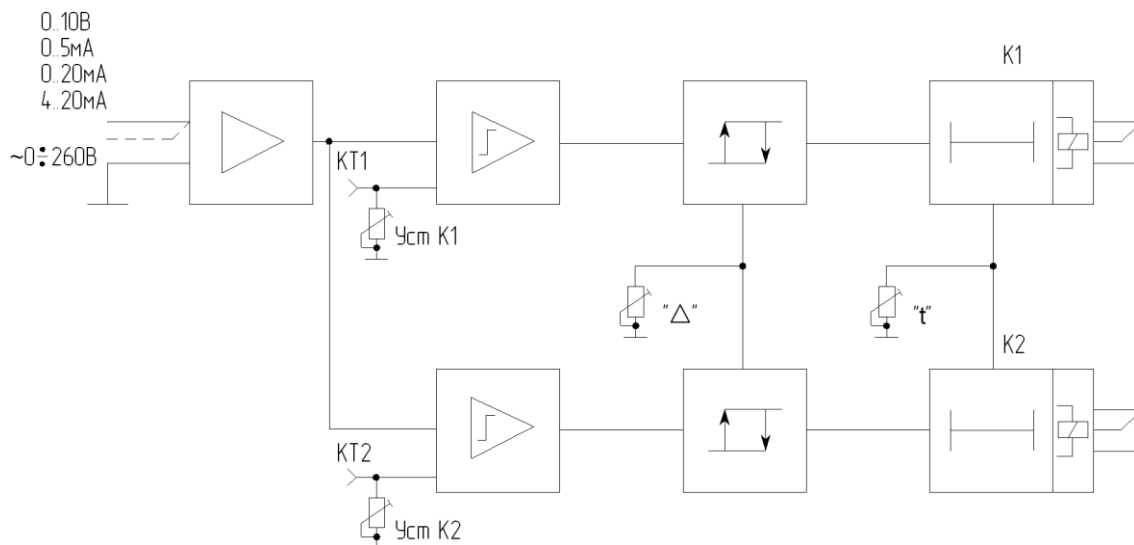

Рисунок 1.4.2 – Функциональная схема АК-1
1.4.5 Выполняемые функции (см. рис. 1.4.2):